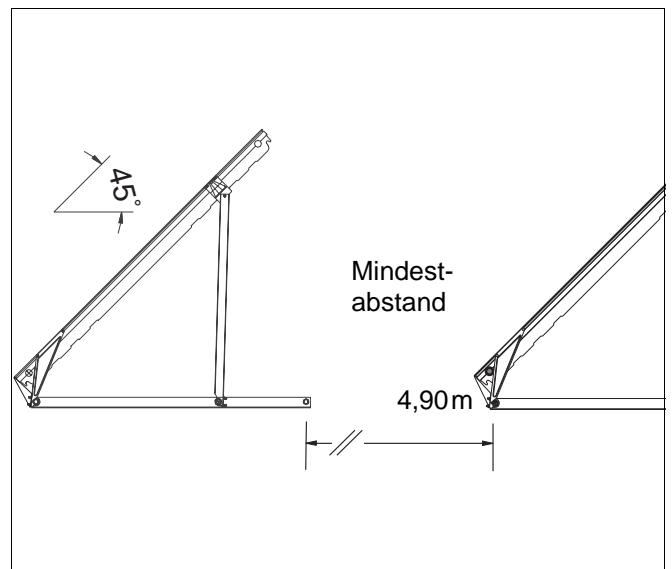

Abb. 3 Beispiel für Kollektoren senkrecht
- Beachten Sie bei mehrreihigen Kollektorfeldern, dass der Abstand zwischen den einzelnen Reihen so groß ist, dass sich keine Beschattungen ergeben (Abb. 3).